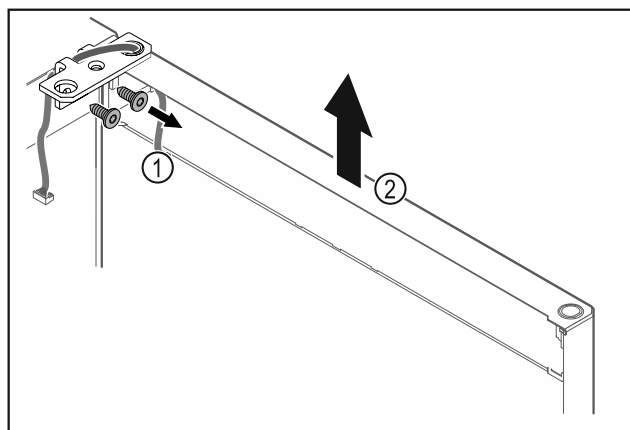

Fig. 26
- Skru hængselvinklen Fig. 26 (1) af.
- Løft døren og hængselvinklen Fig. 26 (2) ca. 200 mm lige op, og tag dem af.